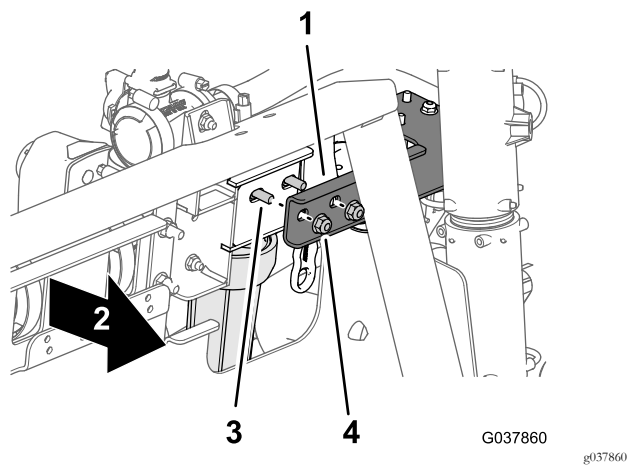

Figure 64
5. À l'avant du support du collecteur, placez les trous du support de la vanne de coupure (Figure 64) en face des 2 boulons (5/16 x 3-3/4 po).
7. Fixez support de la vanne de coupe (Figure 64) avec les 2 contre-écrous à embase que vous avez retirés à l'opération 3, et serrez les écrous à un couple de 1978 à 2542 N m.